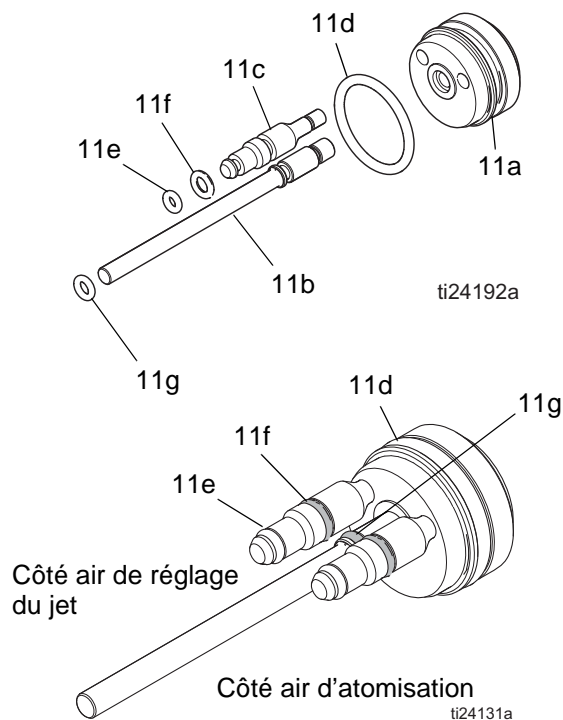

FIG. 32 . Joints toriques du piston
4. Retirez la tête du piston (13) de l'arrière du pistolet.
5. Poussez sur la tige du piston (11) pour sortir le piston par l'arrière du pistolet.
6. Contrôlez si les joints toriques (11d, 11e, 11f, 11g) sont endommagés. Consultez le Table 3 et la FIGURE 32.